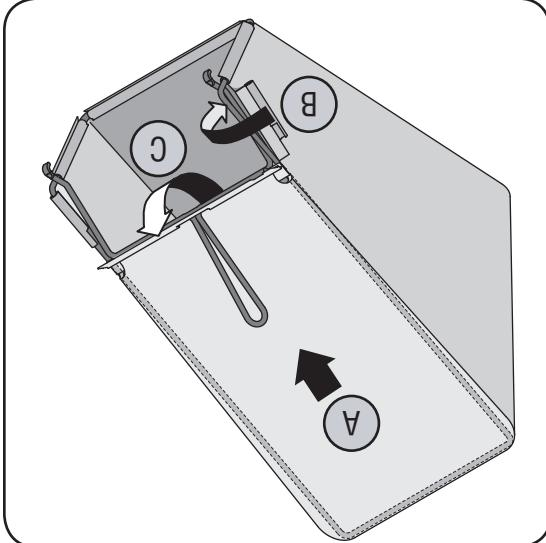

Figure 6
- a. Assemblez le sac sur l'armature (coté en plastique noir sur le dessous). Enfonnez les crochets de l'armature dans les trous des glijssières en plastique du sac à herbe. Voir la Figure 6.
- b. Attachez le sac sur l'armature en accrochant les glijssières sur l'armature, comme à la Figure 6.